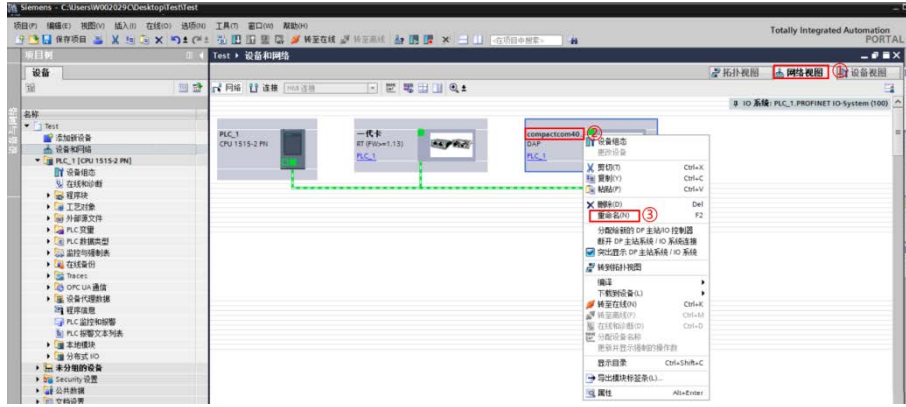

图 3.10 更改站点名
- 6) 在网络视图下，右击对应的 PN 站点设备的设备名，选择【重命名】可以更改站点名称，如图 3.10 所示。